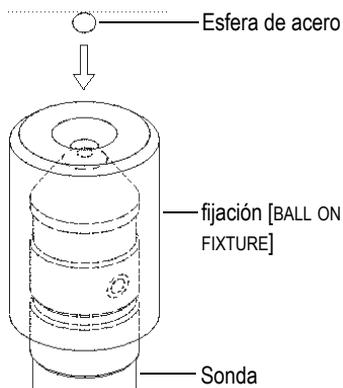

Figura 4-6 Alineación de la esfera de acero en la fijación sobre la sonda
3. Cuando aparece **ESF.ACT**, seleccione la esfera de acero que empleará en las mediciones posteriores, junto con el instrumento de fijación de acuerdo al tamaño de la esfera (BALL ON FIXTURE). La fijación permitirá centrar la esfera de acero en la punta de la sonda. Para ello, debe colocar la esfera de acero en la parte superior de la fijación. Coloque la fijación (junto con la esfera) de manera que cubra la punta de la sonda y vaya deslizándose a través de la sonda hasta detenerse, tal como se muestra en la Figura 4-6 en la página 95.